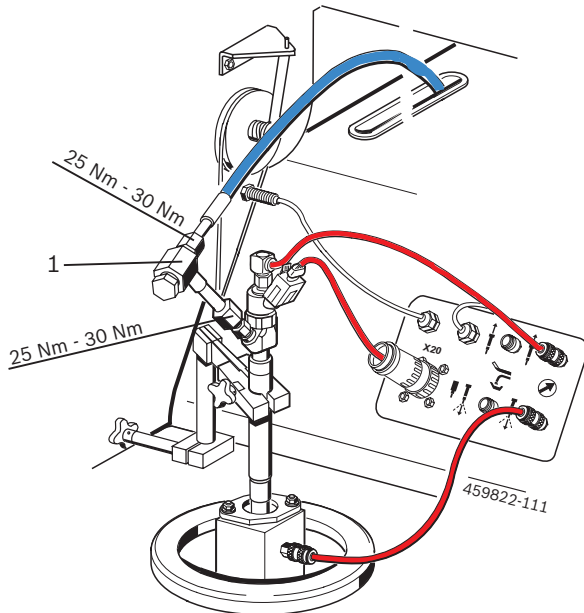

Fig. 9: Adaptador de conexão
Os dois adaptadores de conexão incluídos no âmbito do fornecimento (fig. 9, pos. 1) são necessários para a conexão de alta pressão para CRI/CRIN e DHK/UI com roscas de ligação M 12 x 1,5 e M 14 x 1,5. O adaptador de conexão é ligado entre o CRI/CRIN ou o DHK/UI e o tubo de ligação de alta pressão.